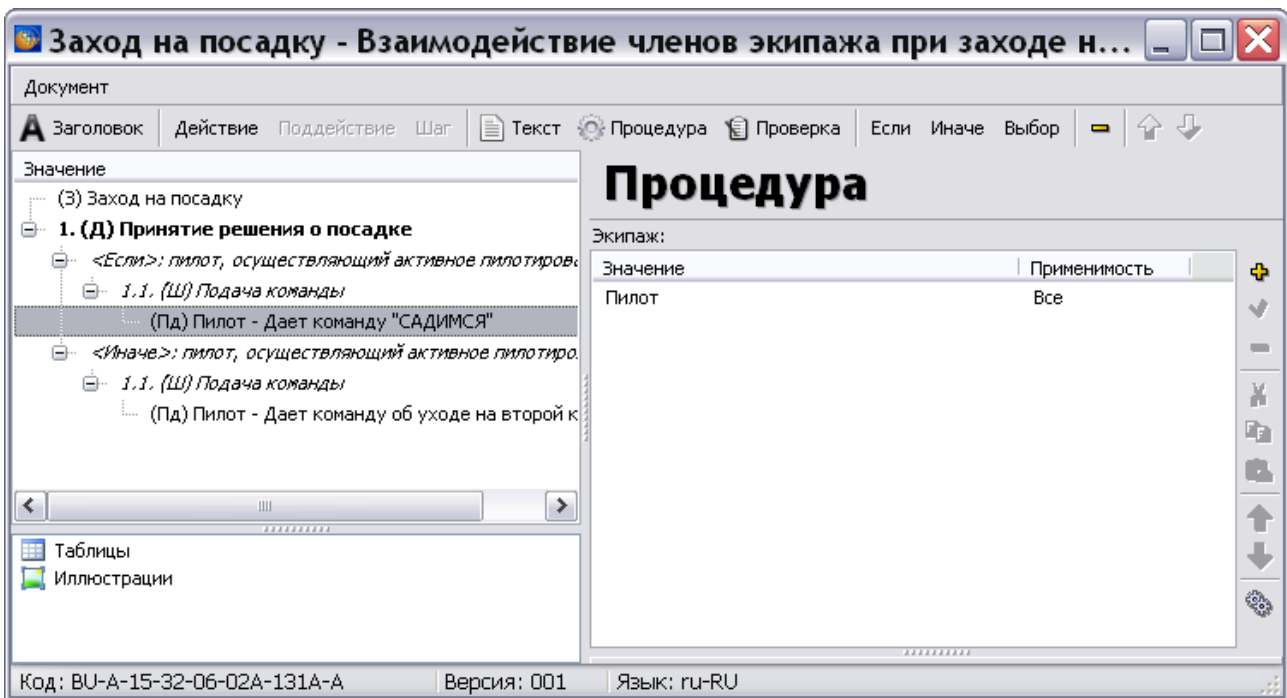

Рис. 22.82
- Для членов экипажа в описании процедуры (Рис. 22.82).